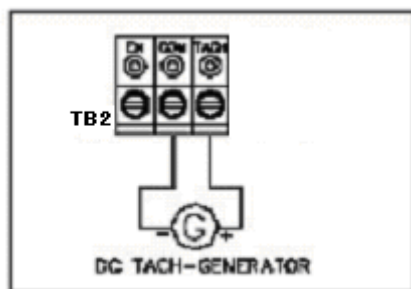

图17
6. 测速反馈 – 控制器出厂设定为电枢反馈。电枢反馈可以为大多数的应用提供较好的负载调节。对于更高级的负载调节来说,可以使用速度闭环的方式。连接一个测速反馈发电机,测速反馈发电机的极性一定要与输入信号的极性相同(参见图17)。